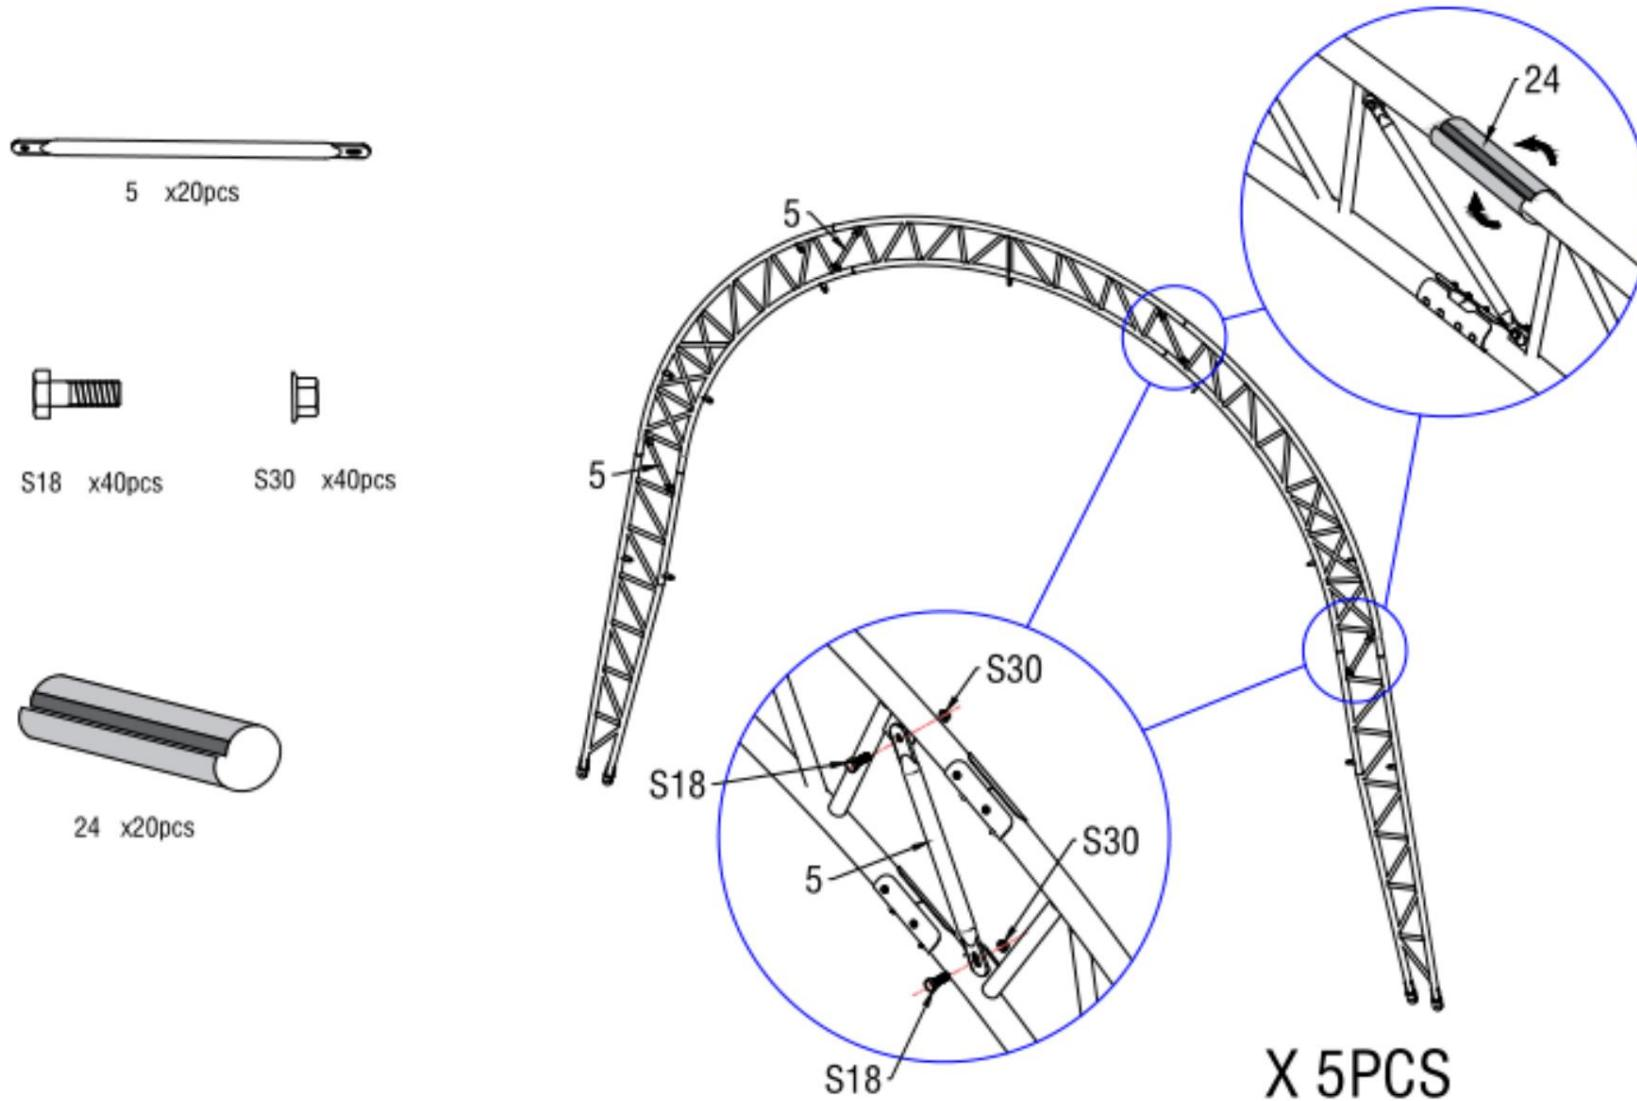

Figure 5
3. Comme le montre la figure 5, utilisez la sangle de support entre l'arche (n° 5) pour connecter le tube de toit supérieur (n° 1) avec un boulon hexagonal 10\*30 mm (n° 1). S18. Placez ensuite la protection en PVC sur l'extérieur de la jonction de l'arche afin de protéger la couverture du toit des rayures causées par le joint extérieur. Assemblez le reste de l'autre groupe d'arcs à double ferme comme ceci.